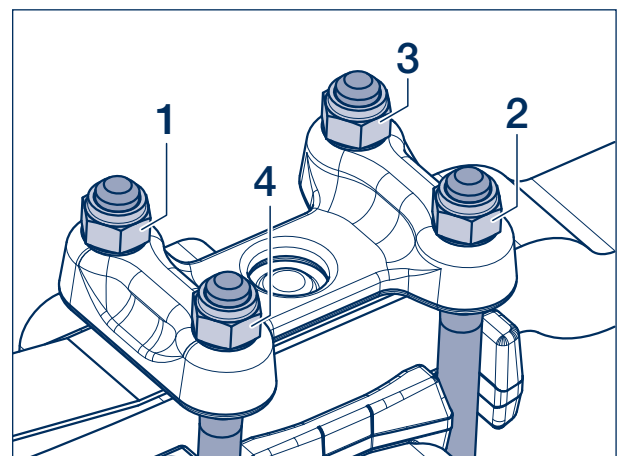

Рисунок 38
- [33] Затянуть стопорные гайки (1057, размер 32) (1330, размер 36) крест-накрест с помощью динамометрического ключа в последовательности 1-2-3-4 (см. рисунок 38).